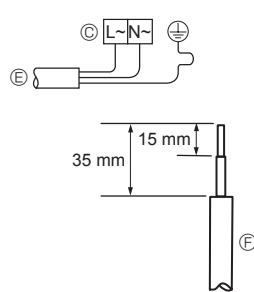
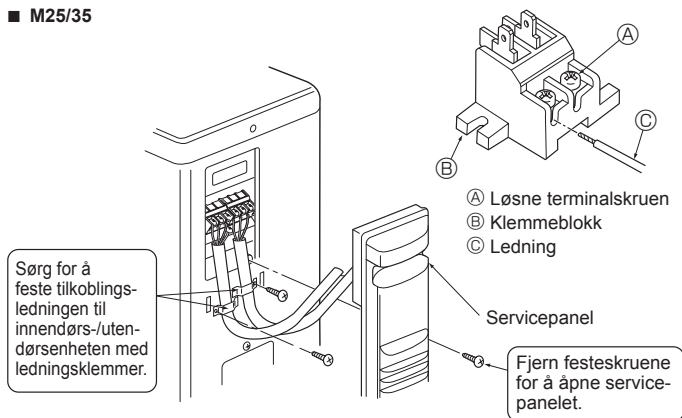
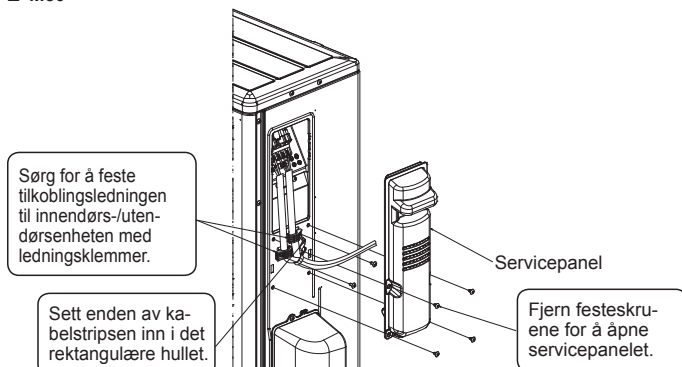

Fig. 6-2
Fig. 6-3
Fig. 6-4
### 6.1. Utendørsenhet (Fig. 6-1, Fig. 6-2, Fig. 6-3, Fig. 6-4)
- ① Fjern servicepanelet.
- ② Kople til kablene med henvisning til Fig. 6-1, Fig. 6-2, Fig. 6-3 og Fig. 6-4.
- Utfør kabling som vist i figuren nede til venstre. (Anskaff kabelen lokalt) (Fig. 6-2) Sørg for kun å bruke kabler med korrekt polaritet.